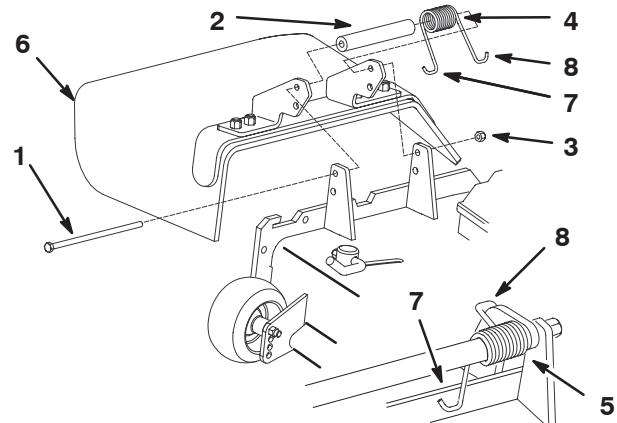

Figure 39
- Retirez le contre-écrou, le boulon, le ressort et l'entretoise qui fixent le déflecteur aux supports de pivot (Fig. 39). Enlevez le déflecteur s'il est endommagé ou usé.
- Placez l'entretoise et le ressort entre les supports du déflecteur d'herbe (Fig. 39). L'extrémité gauche en J du ressort doit se trouver derrière le bord du plateau.
Remarque : Prenez soin de placer l'extrémité gauche en J du ressort derrière le bord du plateau avant de mettre le boulon en place, comme indiqué à la Figure 39.
- Remettez le boulon et l'écrou. Accrochez l'extrémité droite en J du ressort au déflecteur d'herbe (Fig. 39).